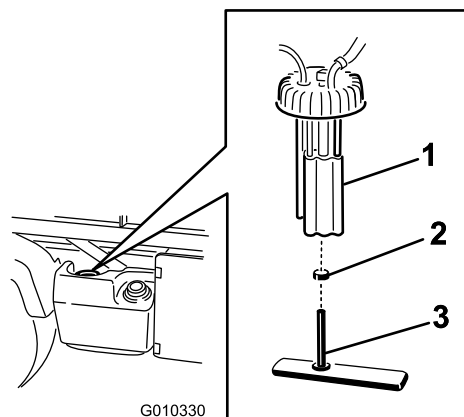

Figura 48
2. Desligue os conectores da cablagem da bomba de combustível (Figura 48).
3. Desaperte a braçadeira e desligue o tubo de combustível da tampa da bomba de combustível (Figura 48).
4. Remova a tampa da bomba de combustível da parte superior do depósito de combustível (Figura 48).
5. Retire o conjunto da bomba de combustível e o filtro de combustível do depósito (Figura 48).
7. Retire o tubo da união (Figura 48).